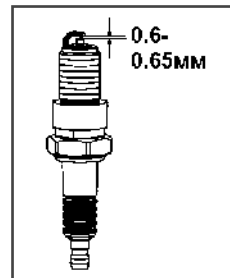

Рис.11 Свеча зажигания
4. Измерьте зазор между электродами свечи зажигания специальным щупом. Зазор должен быть 0,6–0,65 мм (Рис.11). При увеличении или уменьшении требуемого зазора рекомендуется заменить свечу, так как регулировка зазора может привести к изменению качества искрообразования.